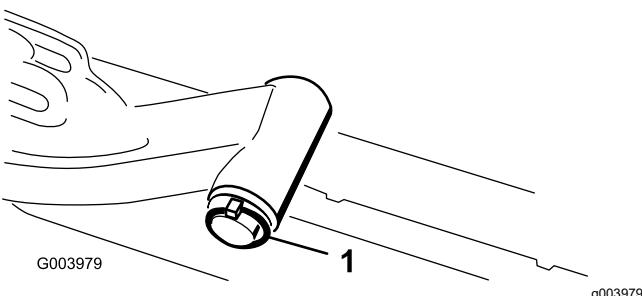

图 8
- A. 拆下将提升臂枢轴固定至提升臂的保险销和垫圈将提升臂枢轴滑出提升臂 (图 8)。
- C. 将提升臂轴插入提升臂使用垫圈和保险销将其固定图 8。